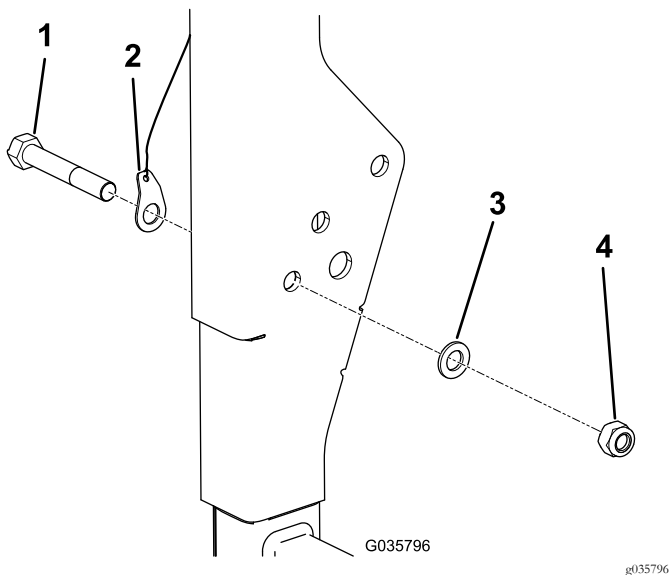

Figura 7
2. En el mismo lado del ROPS en el que tiene pensado instalar el kit, retire la tuerca, el perno y la arandela del ROPS y deseche la tuerca y el perno; consulte la Figura 7.